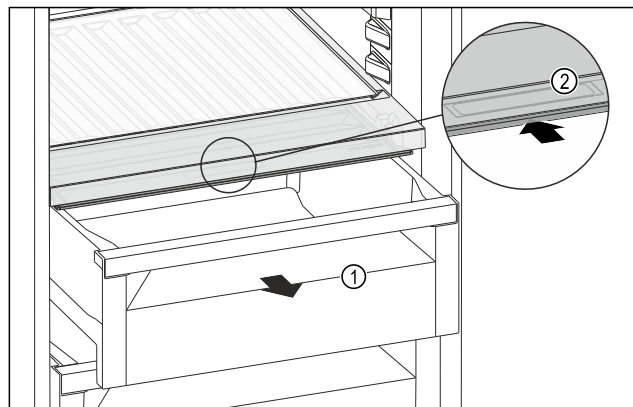

Fig. 121
- Træk skuffen Fig. 121 (1) ud.
- Tag fat i grebsforsænkningen Fig. 121 (2) i bokslåget, og skub samtidigt bokslåget tilbage.